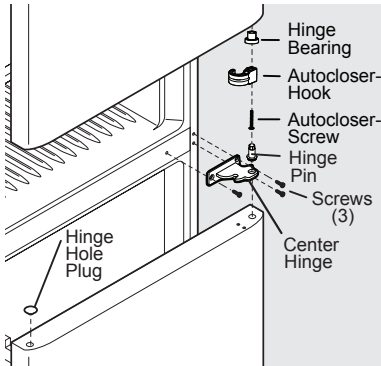

Figure 2
- Dévissez l'axe de la charnière centrale à l'aide d'une clé à molette et mettez-le de côté (voir la figure 2).
- Retirez les trois vis de la charnière centrale à l'aide d'un tournevis à tête Torx T20 et mettez la charnière centrale de côté (voir la figure 2).